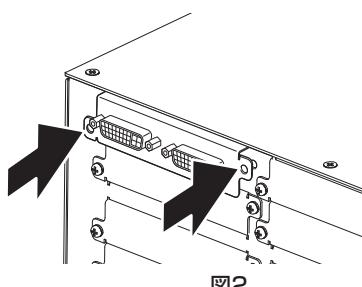

図2
2) インターフェースボードをマルチウィンドウプロセッサー本体に取り付ける（図2）